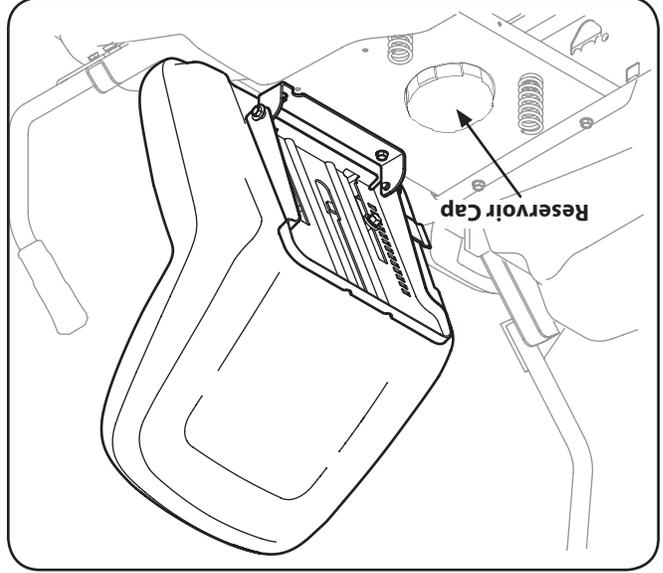

Figure 6-2
Voir la Figure 6-2.
3. Tirez sur le collier de blocage de l'adaptateur et poussez l'adaptateur sur l'ajutage du plateau de coupe sur le côté gauche du plateau de 42 po ou sur les ajutages sur d'un côté ou de l'autre du plateau de coupe de 50 po. Lâchez le collier pour bloquer l'adaptateur sur l'ajutage. Voir la Figure 6-2.